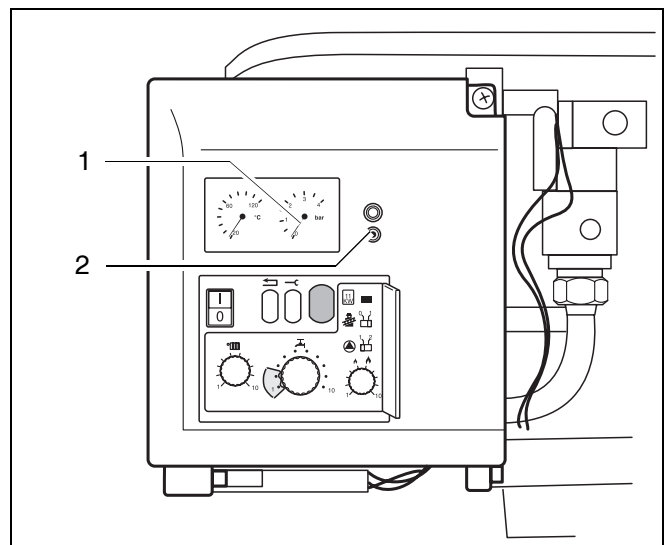

fig. 18 Indicateur de pression
- Ouvrir le robinet d'eau et remplir l'installation jusqu'à une pression de 1,0 – 1,2 bar (fig. 18, pos. 1).